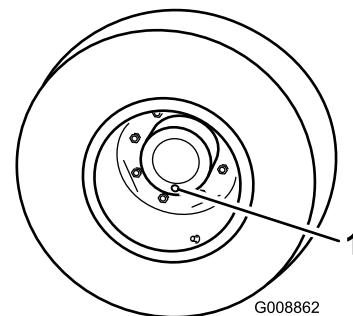

Figure 62
1. Placez la machine sur une surface plane et horizontale et tournez une roue de sorte que l'un des bouchons de contrôle se trouve à la position la plus basse (6 heures) (Figure 62).